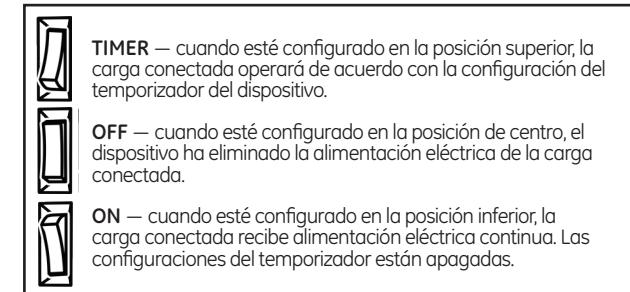

FIG 6
- Fije el interruptor maestro en la posición TIMER [FIG 6]: